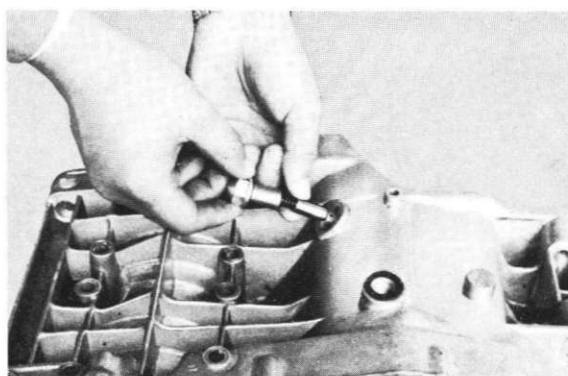

Fig. 4-15-6
- 4) Remove the change cam stopper. (Fig. 4-15-6)
- 4) Retirez l'arrêt de tambour. (Fig. 4-15-6)